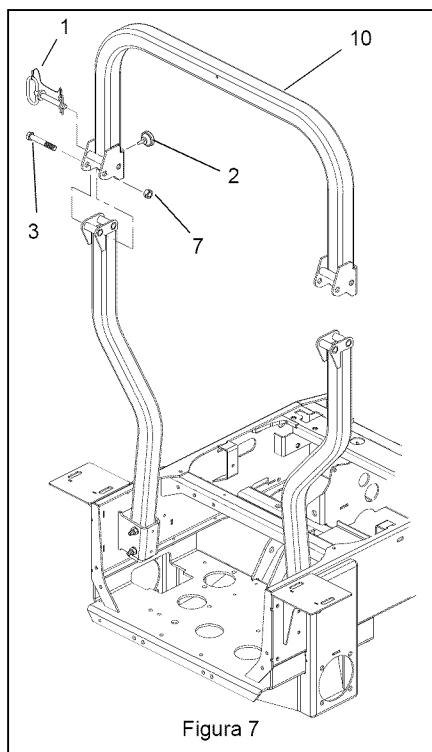

Figura 7
1. Coloque tubo soldado central (artículo 10) en las piezas soldadas derecha e izquierda con el ángulo superior orientado hacia el la parte trasera de la unidad. Asegure con dos pernos hexagonales de 1/2 x 3 1/4 pulg. (artículo 3) y dos contratuercas de centrado de 1/2 pulg. (artículo 7). Asegúrese de que los pernos de bisagra y los soportes de tope estén bien montados en la parte trasera de la unidad. No los apriete en exceso. Consulte Figura 7.
2. Monte dos pasadores de bloqueo del ROPS (artículo 1) y dos perillas redondas de 5/16 x 3/4 de pulg. (artículo 2). Consulte Figura 7.